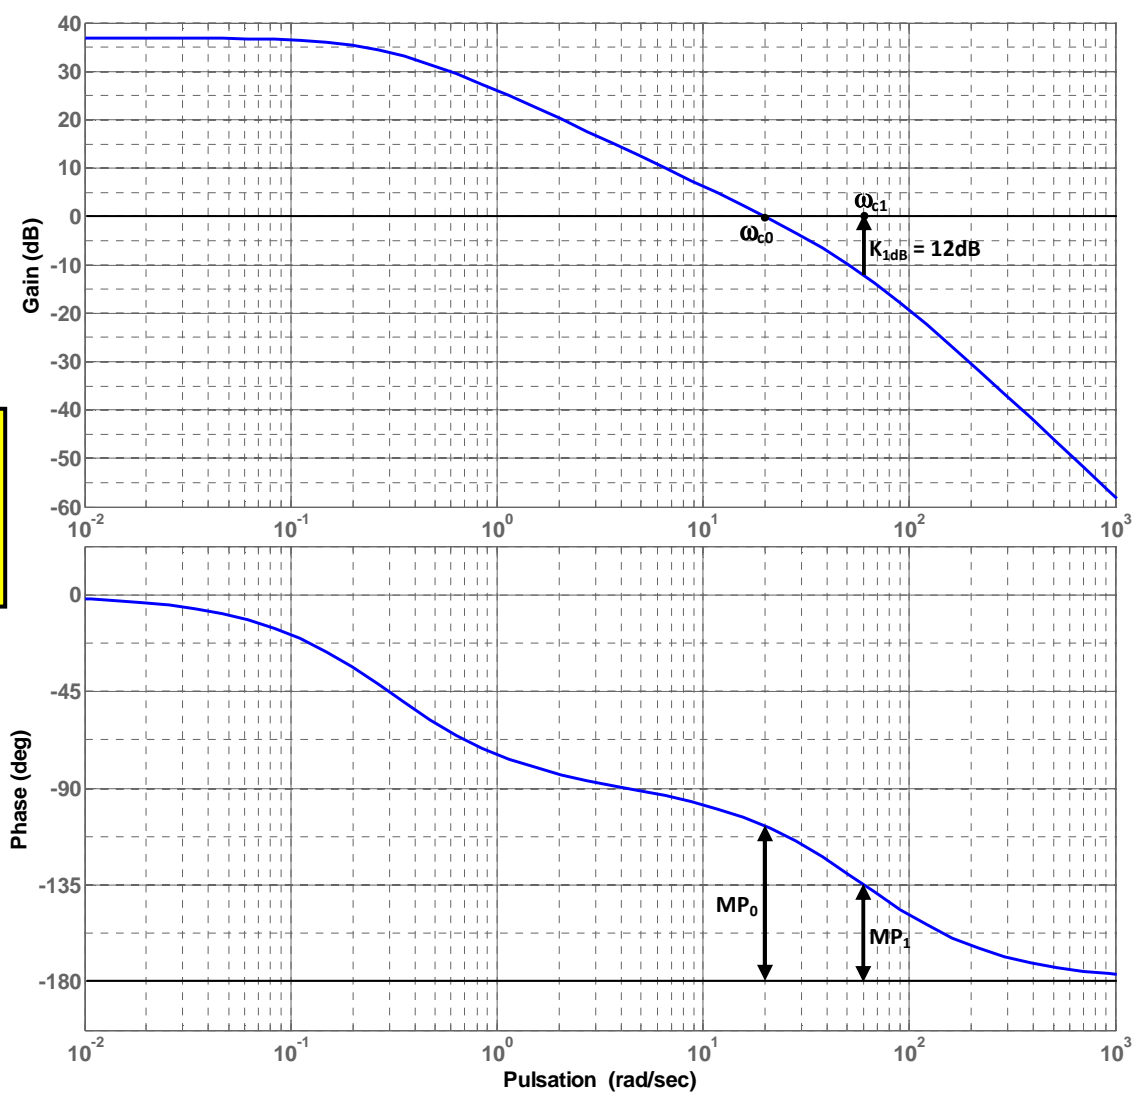

Figure 15
- b) La figure 15 du document réponse DR4 représente les diagrammes de Bode de $H_{BO1}(p)$ non corrigée ($K_1 = 1$),
b) Voir figure 15 document réponse DR3 ;